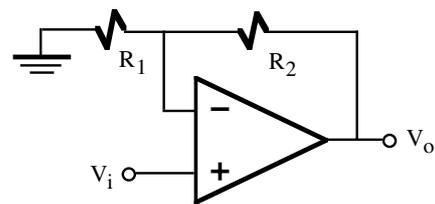

Figura 8.6. Amplificador no-inversor.
• **Amplificador no-inversor.** La ganancia en tensión del amplificador no-inversor (figura 8.6) se resuelve de manera similar al anterior caso a partir de las siguientes ecuaciones